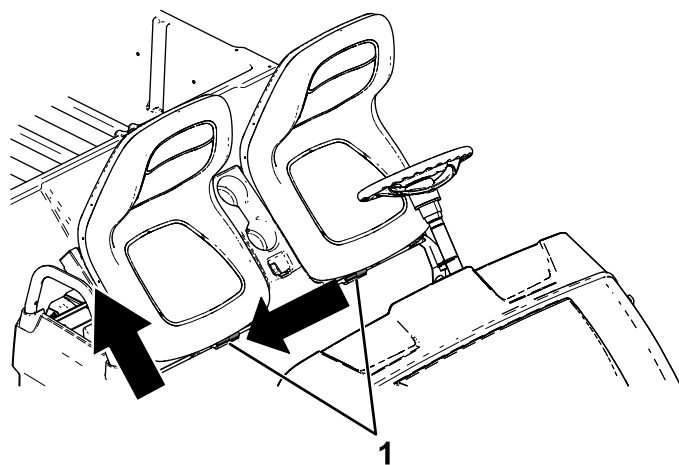

Figura 26
2. Glisai ansamblul scaunului în lateral, în afara tifturilor, i ridicai ansamblul scaunului în sus (Figura 26).